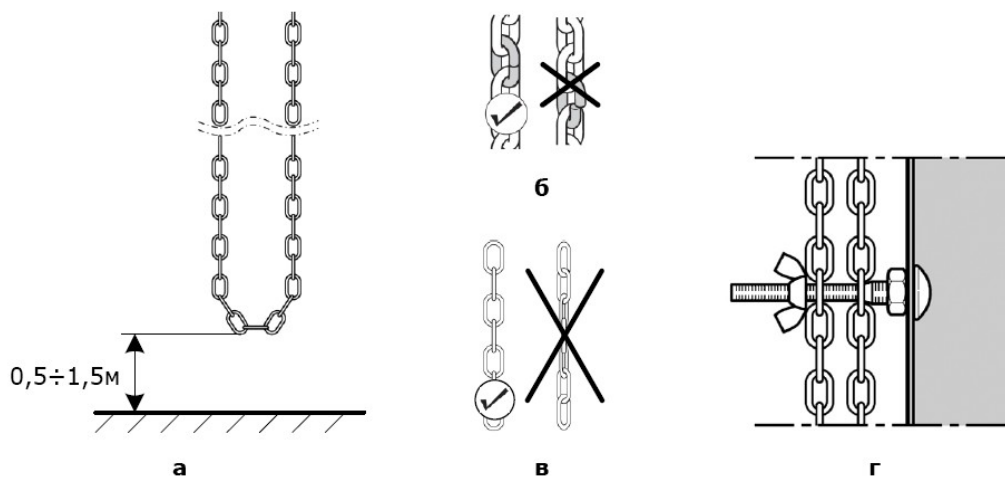

Рис. 3. Условия правильного функционирования цепи ручного управления
- Край цепи аварийного ручного управления в собранном состоянии должен находиться на высоте 0,5 ÷ 1,5 метра (рис. 3а).
- При необходимости удлините или укоротите цепь. Концы аварийной ручной цепи должны быть соединены друг с другом. Кромки соединительного звена цепи должны располагаться точно друг над другом (рис. 3б).
- Аварийная ручная цепь ни в коем случае не должна быть перекручена (рис. 3в), так как в противном случае могут возникнуть неисправности в работе аварийного ручного управления.
- Когда аварийное ручное управление не используется, во избежание защемления аварийной ручной цепи при движении ворот, и чтобы не создавать помех движению людей и оборудования, нижняя часть цепи должна быть зафиксирована (рис. 3г).